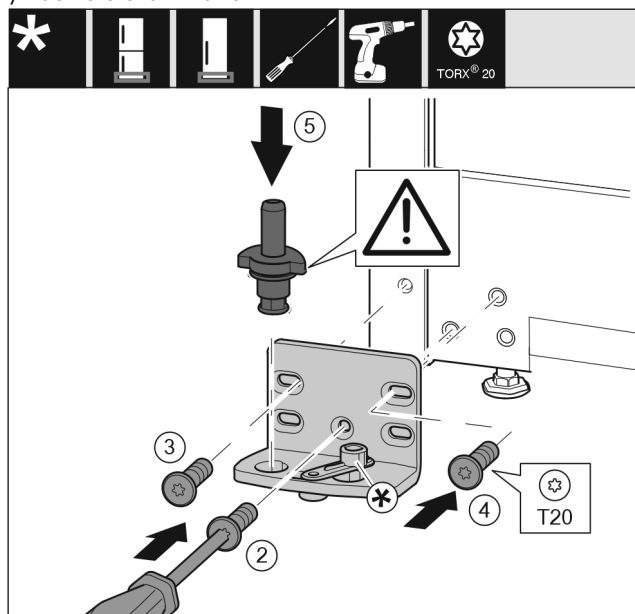

Fig. 16
- Coloque el soporte del cojinete en el otro lado y atorníllelo con un destornillador. Comience con el tornillo Fig. 16 (2) en la parte inferior central.
- Atornille el tornillo Fig. 16 (3) y el tornillo Fig. 16 (4).
- Inserte completamente los pernos del cojinete Fig. 16 (5). Asegúrese de que la leva de bloqueo apunte hacia atrás.